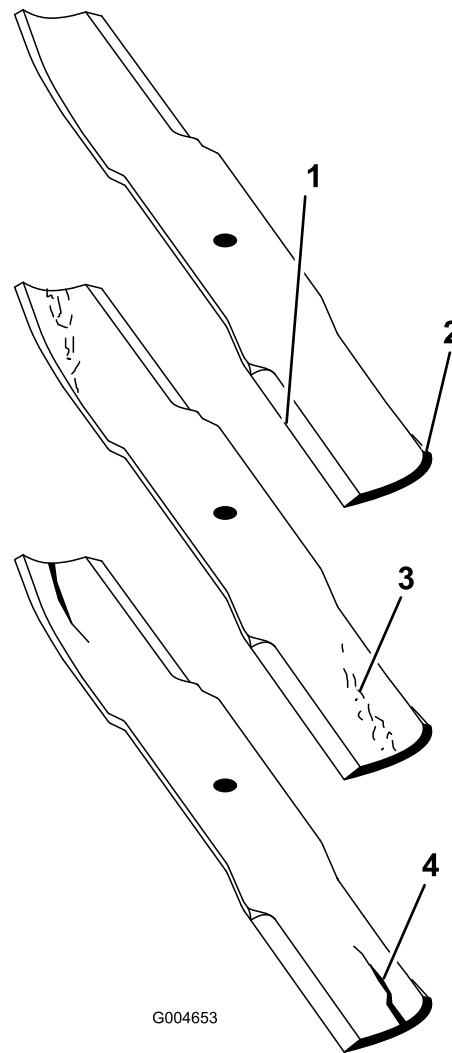

Figura 87
2. Examine cuidadosamente as extremidades da lâmina, prestando especial atenção à zona onde se encontram as partes curvas e planas da lâmina (Figura 87).
Nota: A areia e os materiais abrasivos podem desgastar o metal entre as partes plana e curva da lâmina; por isso, verifique a lâmina antes de utilizar a máquina. Se verificar que esta zona se encontra desgastada (Figura 87), substitua a lâmina.